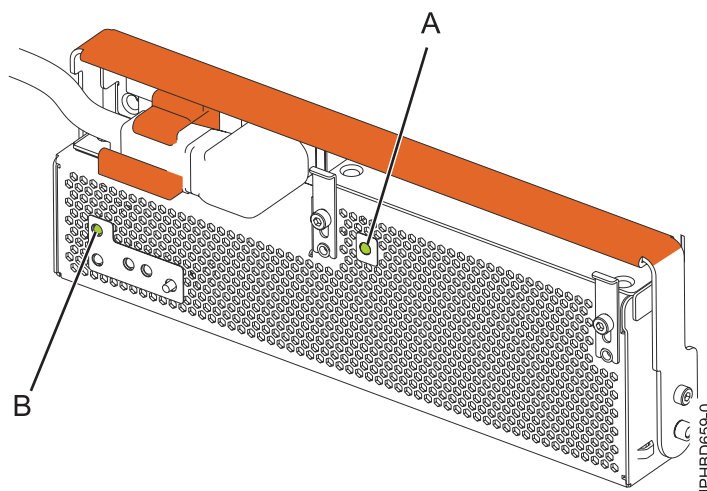

Figure 18. Voyants d'alimentation de l'OCA et de courant alternatif de l'unité d'extension
10. Examinez les voyants relatifs à l'état du courant alternatif **(A)** et à l'alimentation de l'OCA (Offline Converter Assembly) **(B)**, comme indiqué à la figure 18, et effectuez l'une des opérations suivantes, selon le cas :